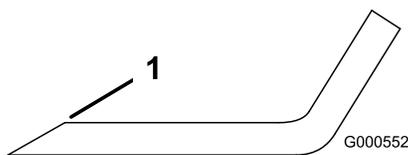

Figura 77
- Utilice una lima para afilar el filo de corte en ambos extremos de la cuchilla (Figura 77).
Nota: Si la cuchilla no está equilibrada, rebaje algo el metal en la parte de la vela solamente (Figura 77).